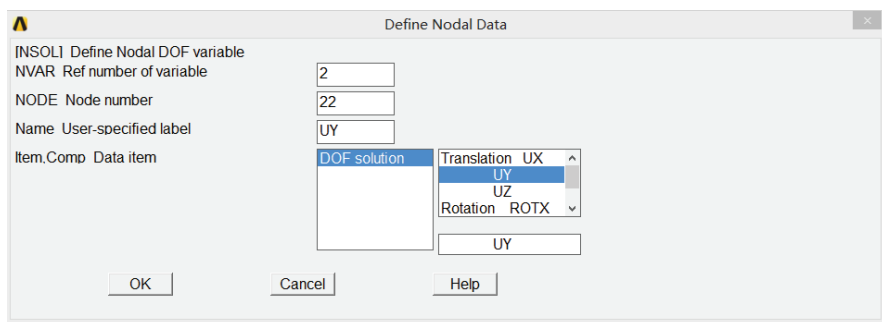

图 5-37 定义节点变量对话框
7) 选择 Main Menu | TimeHist Postpro | Define Variables 命令, 出现 Define Time-History Variables 对话框, 单击 Add 按钮, 出现 Add Time-History Variable 对话框, 选中 Nodal DOF result, 单击 OK 按钮, 出现 Define Nodal Data 拾取菜单, 在输入栏中输入 NODE1, 单击 OK 按钮, 出现 Define Nodal Data 对话框, 参照图 5-37 对其进行设置, 单击 OK 按钮关闭该对话框。